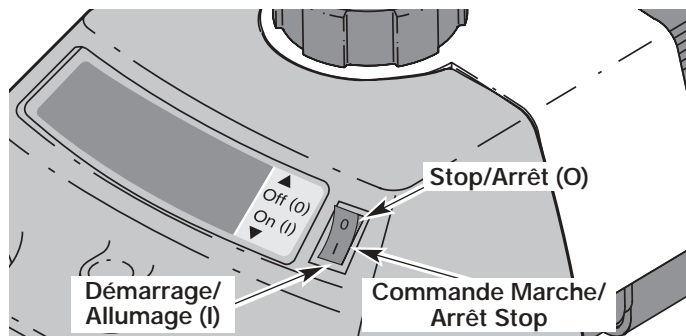
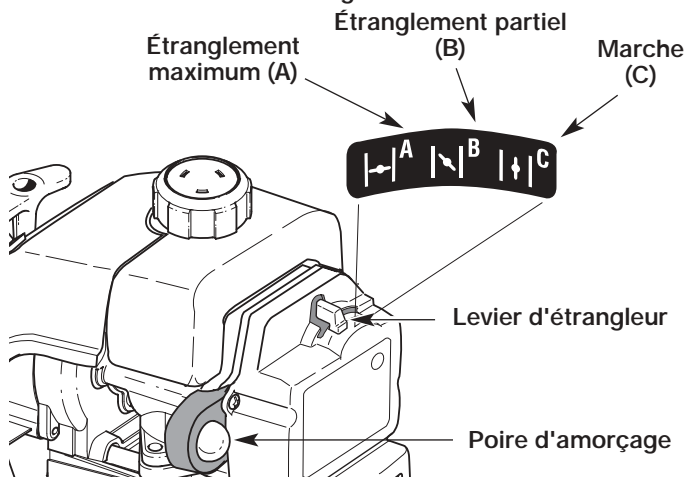

Fig. 6
Fig. 7
2. Mettez la commande Marche/Arrêt Stop en position **MARCHE (I)** (Fig. 6).
3. Enfoncez complètement la poire d'amorçage et relâchez-la lentement 10 fois de suite. Vous devriez voir du carburant dans la poire (Fig. 7). Si vous ne voyez rien, appuyez trois (3) fois de plus ou jusqu'à ce que le carburant apparaisse.
4. Mettez le levier d'étrangleur en position d'étranglement **MAXIMUM (A)** |←| (Fig. 7).
6. Mettez le levier d'étrangleur en position d'étranglement **PARTIEL (B)** |↘| (Fig. 7).
REMARQUE: Si le moteur se noie durant le démarrage, placez le levier d'étrangleur en position **MARCHE (C)** |↑| (Fig. 7). Appuyez sur la manette des gaz. Tirez rapidement sur la corde de démarrage. Le moteur devrait démarrer après 3 à 8 coups.
9. Appuyez sur la manette des gaz de 5 à 10 secondes pour réchauffer le moteur. Mettez le levier d'étrangleur en position **MARCHE (C)** |↑| (Fig. 7).
REMARQUE: Il n'est pas nécessaire d'utiliser l'étrangleur pour démarrer un moteur chaud. Mettez la commande Marche/Arrêt Stop en position **MARCHE** (Fig. 6), puis démarrez en position d'étranglement **PARTIEL (B)** |↘| (Fig. 7). Après le démarrage, placez le levier d'étrangleur en position **MARCHE (C)** |↑| (Fig. 7).
2. Mettez la commande Marche/Arrêt Stop en position **ARRÊT (O)** (Fig. 6).